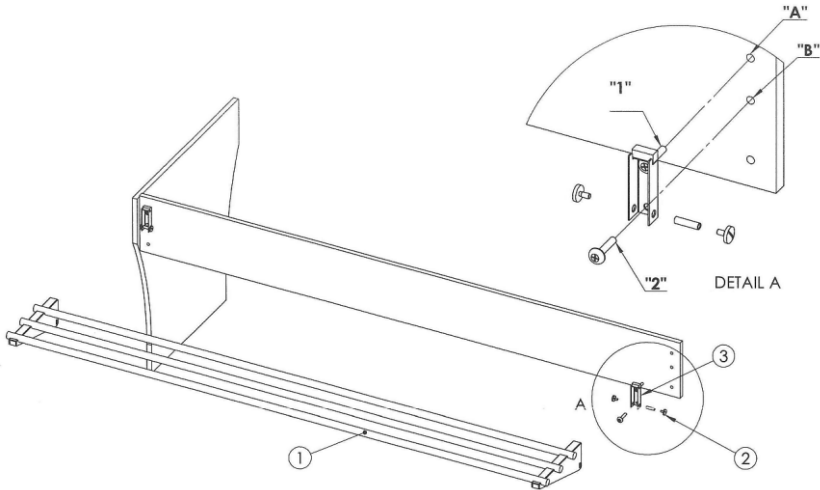

Bild 4
1. För att fästa brickbanas konsol ③ (bild 4) använd hålen „A“ och „B“ (hålen 1. och 2. ovanpå träpanelen).
3. Fäst konsolen ③ på träpanelen genom att skruva ihop skruven „1“ med hålet „A“ och skruven „2“ med hålet „B“.
4. Placera brickbanan på ① konsolerna och fäst den med hjälp av den medföljande distansskruven ②.